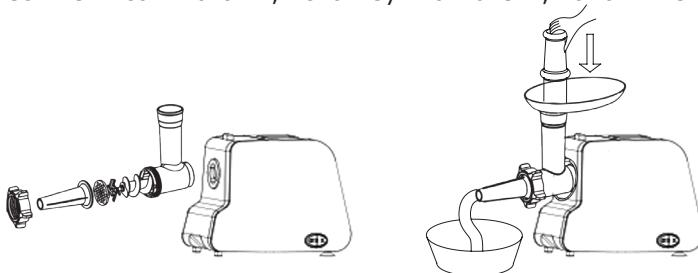

рис. 11
- 7.4.2 Зафиксируйте конструкцию с помощью фиксирующего кольца, как указано на рис. 11. Не затягивайте кольцо слишком туго.